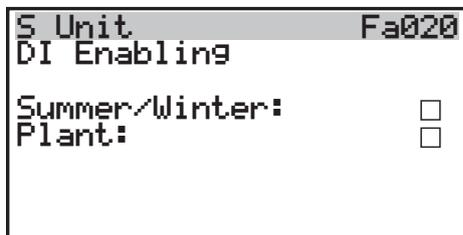

Figura 3.10
**Plant** = attivazione impianto (TA).
- Selezionare le singole voci, premere il tasto 5 e scorrere con i tasti 4 o 6 per deselectionare il campo (Figura 3.10).